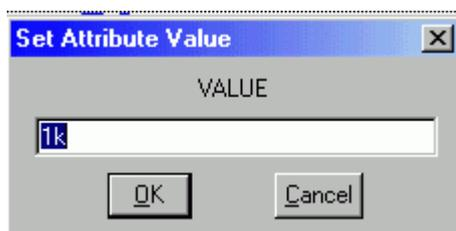

Рис.1.3. Диалоговое окно изменения номинала резистора
4. **Установка числовых значений и обозначений элементов.** Для изменения параметров элементов необходимо подвести курсор к параметру элемента и дважды нажать ЛКМ (или по команде **Edit/Attributes**). В поле **"Value"** появляется числовое значение этого элемента – 1к. Данная операция представлена на рис. 1.3.